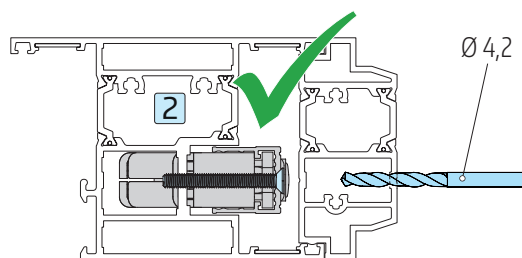

Abb. 56
① Mitte der Verriegelungsbolzen anzeichnen, Maße siehe Tabelle auf **Seite 42**, und Lochbild der Verriegelungsbolzen übertragen.
② Bohrlöcher mit $\varnothing 4,2$ setzen; **Abb. 56** beachten.